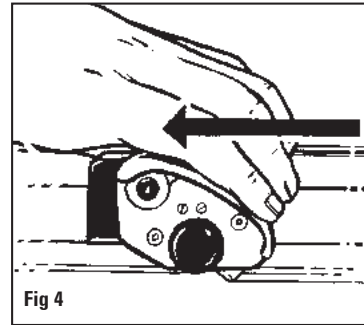

Fig 4
4. Sosteniendo al sujetador de la cuchilla según se muestra en la Fig 4, tire de la cabeza de corte directamente hacia usted hasta que el tablero de lámina perimétrica esté cortado totalmente.
4. Tenendo il portalamina come illustrato nella Fig. 4, tirare la testa di taglio direttamente verso di sé finché il cartoncino non sia completamente tagliato.
6. Faites pivoter le support de lame à biseau vers le bas afin d'insérer la lame dans le passe-partout. **CONSEIL : Maintenez la tête de découpe fermement pour qu'elle ne dévie pas lors de la première entame de la lame, ce qui aurait pour effet de produire une surcoupe.** Fig. 4.